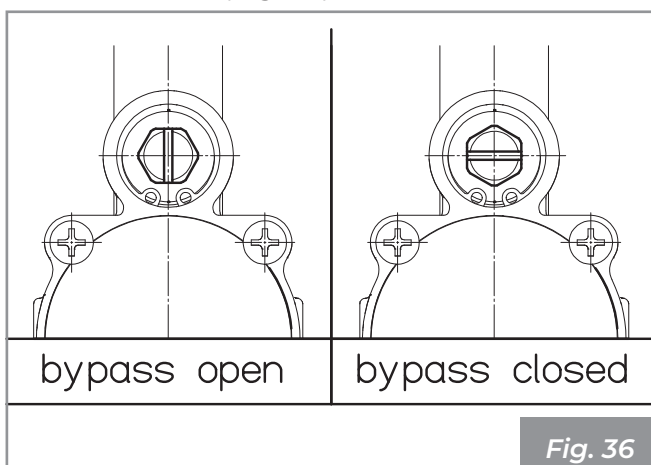

Fig. 36
- Cerrar el grifo de derivación en la válvula anticondensación (Fig. 36).